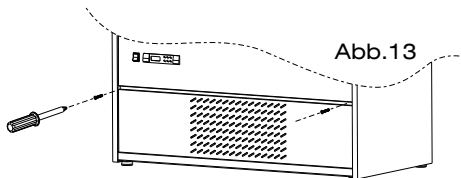

Abb.13
- Das frontale Abdeckgitter abnehmen, indem man die Befestigungsschrauben abschraubt (man sehe Abb.13)